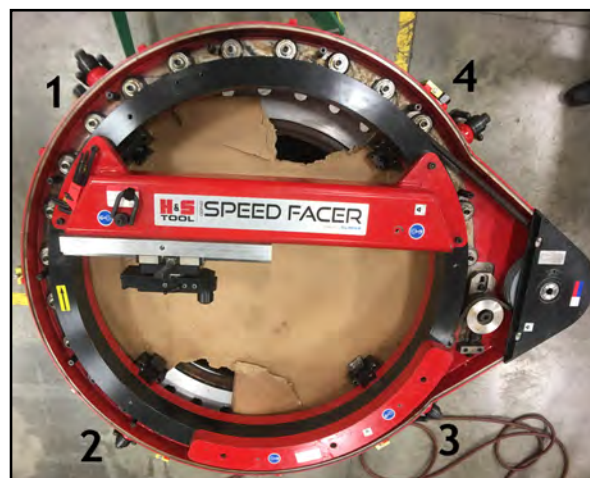

FIGURE 5-4. ERSTE ROLLENLAGERSTELLEN
3. Beginnen Sie den Einstellvorgang an den vier Rollen, die sich am nächsten zu den Montagefüßen befinden (siehe Abbildung 5-4 auf Seite 35). Diese befinden sich in einem Winkel von etwa 90° zueinander.